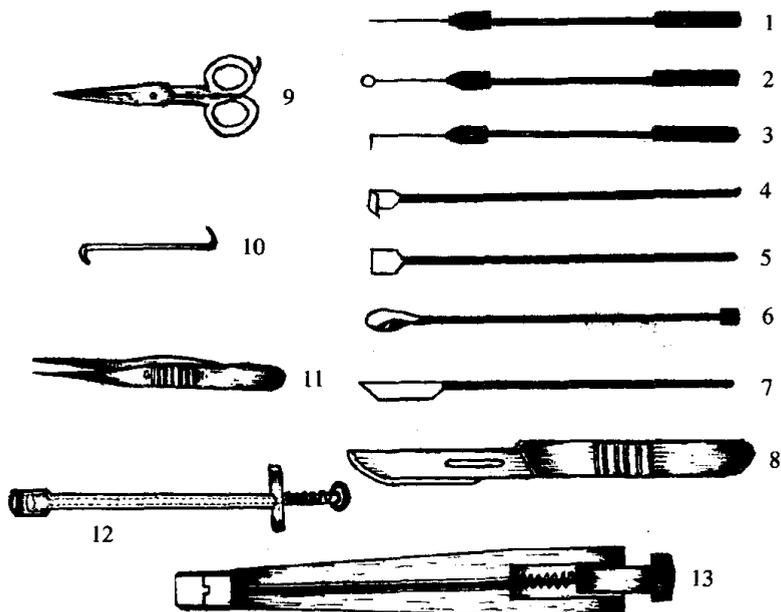

图 1-4 接种工具
(4) 接种工具 常用的有接种针、接种环、接种刀、接种铲、接种锄、接种匙、接种钩、镊子及弹簧接种枪等（图 1-4）。